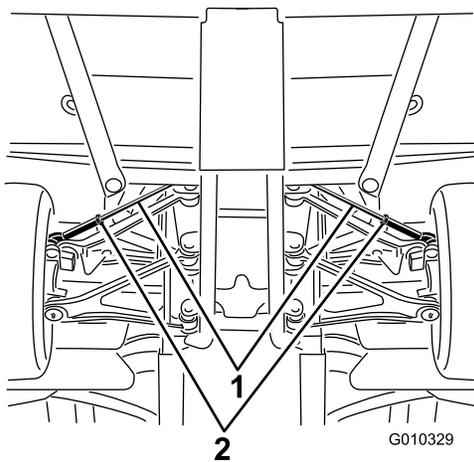

Figura 66
A. Allentate il controdado al centro del tirante (Figura 66).